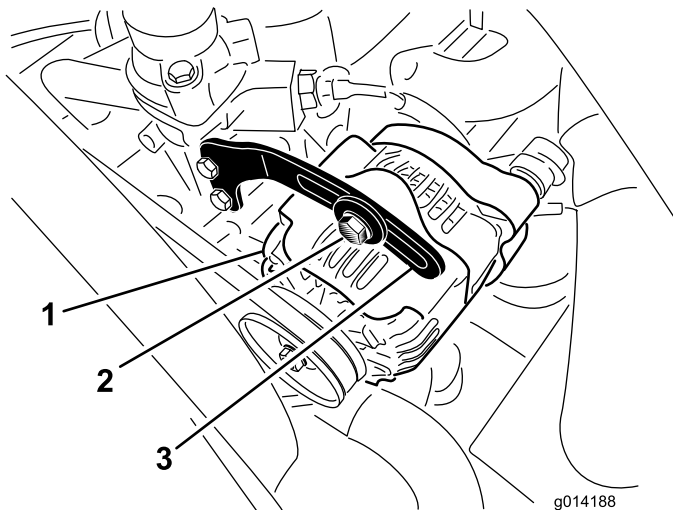

Figura 37
2. Compruebe la tensión de la correa del alternador flexionándola (Figura 37) en el punto intermedio entre las poleas del alternador y del cigüeñal con una fuerza de 10 kg (22 libras).
3. Afloje el perno que sujeta el tirante al alternador (Figura 37), y el perno de pivote del alternador.